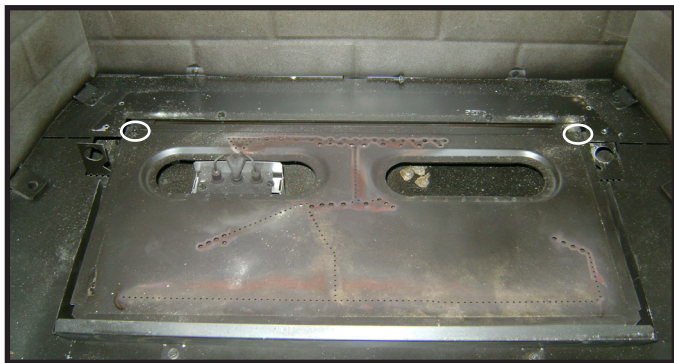

Figure 4.9 Retirer les vis des coins arrière du brûleur
5. Retirez les deux vis des coins arrière du brûleur Voir la figure 4.9.